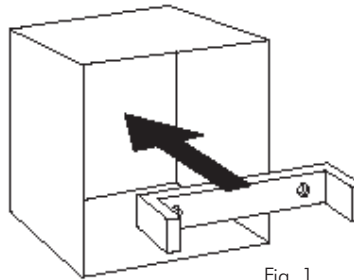

Fig. 1
- Avvolgere la stecca dalla parte segnata attraverso un foro della staffa (vedere fig.1).